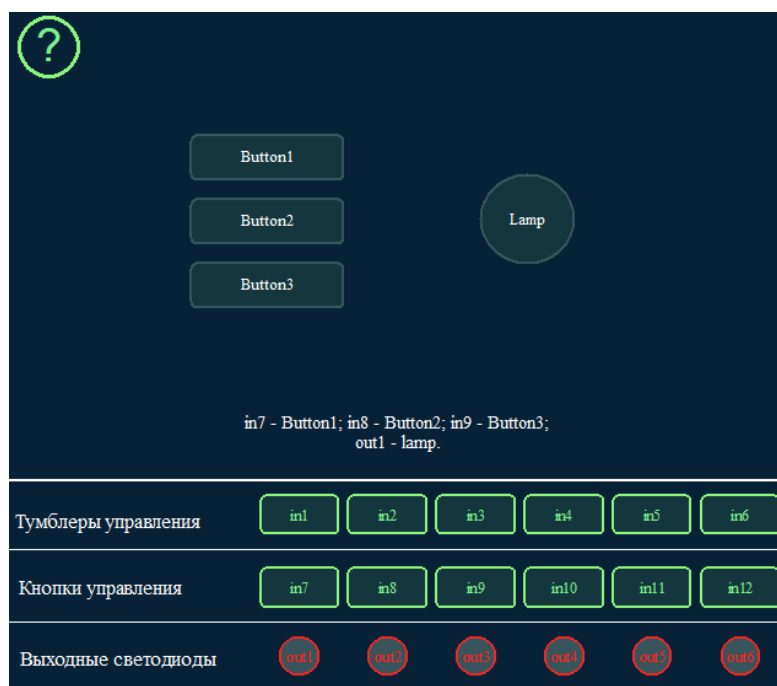
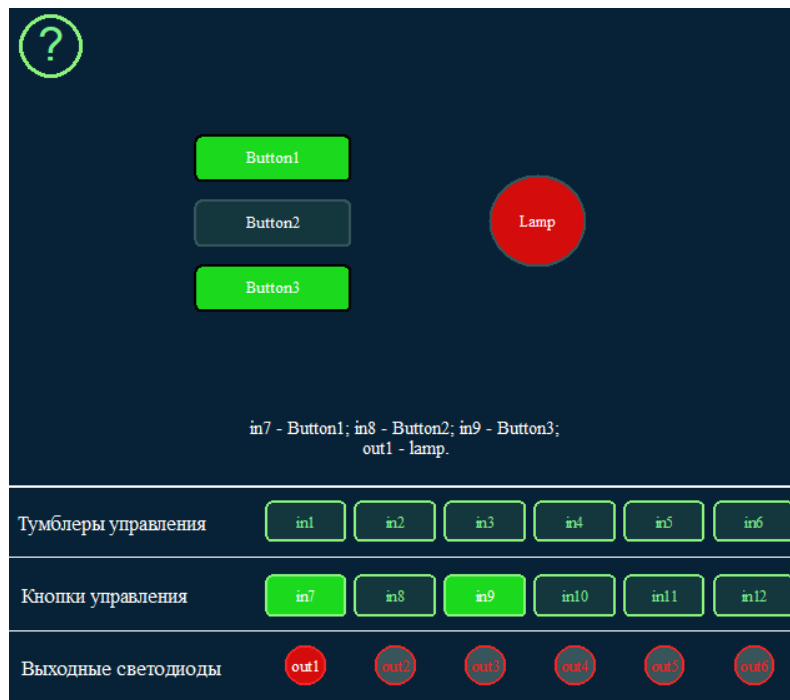

Рисунок 2.20 – Изменение состояния объекта управления с использованием нескольких устройств управления
Рисунок 2.21 – Реализация управления над объектом
**Ход работы. Реализация изменения состояния объекта управления с использованием нескольких устройств управления.** Объектом управления выступит лампочка (out1), устройствами управления – кнопки (in7, in8, in9) (рис. 2.20). Пользователь имеет возможность менять состояние объекта управления при помощи трёх вышеупомянутых устройств управления. Объект управления изменяет своё состояние при одновременной работе двух или более устройств управления (рисунок 2.21). Реализовать программу на языке CFC в среде CoDeSys с использованием логических операторов.